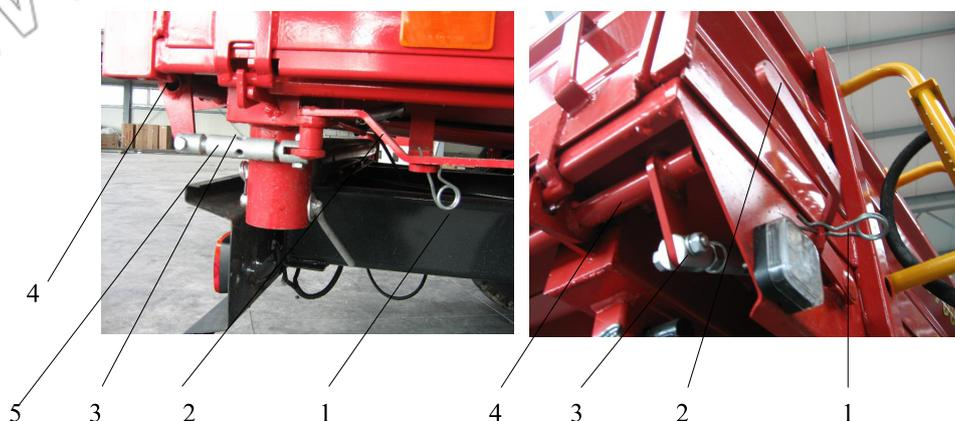

Рис. 5 Запоры бортов грузового кузова
- вынуть из отверстия палец, соединяющий кузов с рамой шасси (рис. 5):
- а) при разгрузке назад - пальцы (рис. 5) должны остаться в задних раструбах грузового кузова;